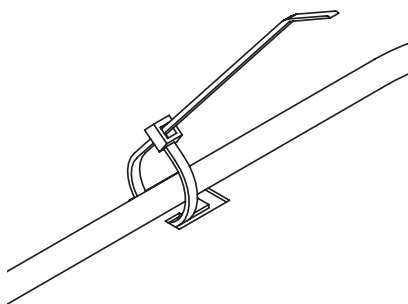

Fig. 179 Fissare i cavi con una fascetta per cavi come scarico della trazione
- Fissare tutti i cavi alla linguetta punzonata con una fascetta per cavi come scarico della trazione – Fig. 179.